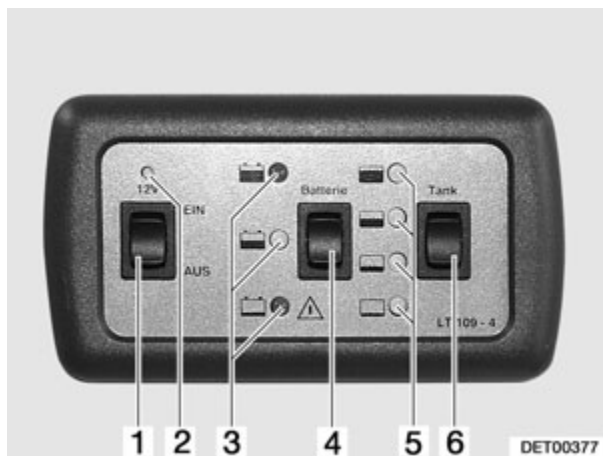

Fig. 81 Panel de control (conjunto Autark)
El interruptor principal de 12 V (Fig. 81,1) conecta y desconecta la alimentación de 12 V de la zona del habitáculo.
- Pulsar el interruptor basculante (Fig. 81,1) por arriba: la alimentación de 12 V del habitáculo está conectada. La luz de control (Fig. 81,2) se enciende de color verde.
- Pulsar el interruptor basculante (Fig. 81,1) por abajo: la alimentación de 12 V del habitáculo está desconectada. Se apaga la luz de control (Fig. 81,2).
Con el interruptor basculante "Batterie" (batería) (Fig. 81,4) se puede consultar el estado de carga de la batería del habitáculo.
- Pulsar el interruptor basculante. Se enciende la luz de control roja, amarilla o verde (Fig. 81,3). La luz de control roja parpadea: la batería del habitáculo está cargada. Cargar la batería del habitáculo por completo inmediatamente.
Con el interruptor basculante "Tank" (depósito) (Fig. 81,6) se puede consultar el nivel del depósito de agua.
- Presionar el interruptor basculante (Fig. 81,6): una de las luces de control (Fig. 81,5) se enciende.
El bloque eléctrico sólo trabaja en combinación con el panel de control (Fig. 81).